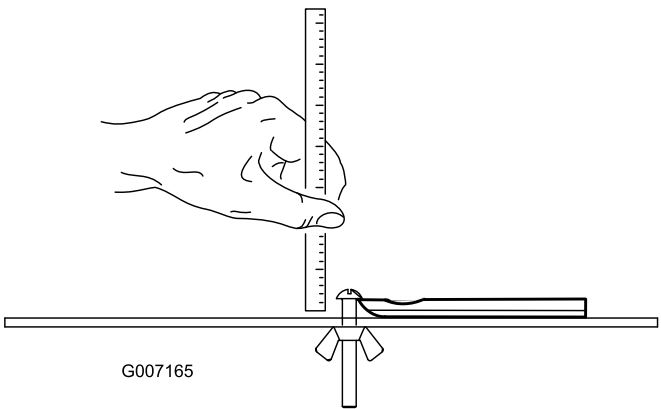

Figura 28
**Nota:** Todos los límites de ajuste de la contracuchilla se miden respecto a la cara inferior de la misma (Figura 28)